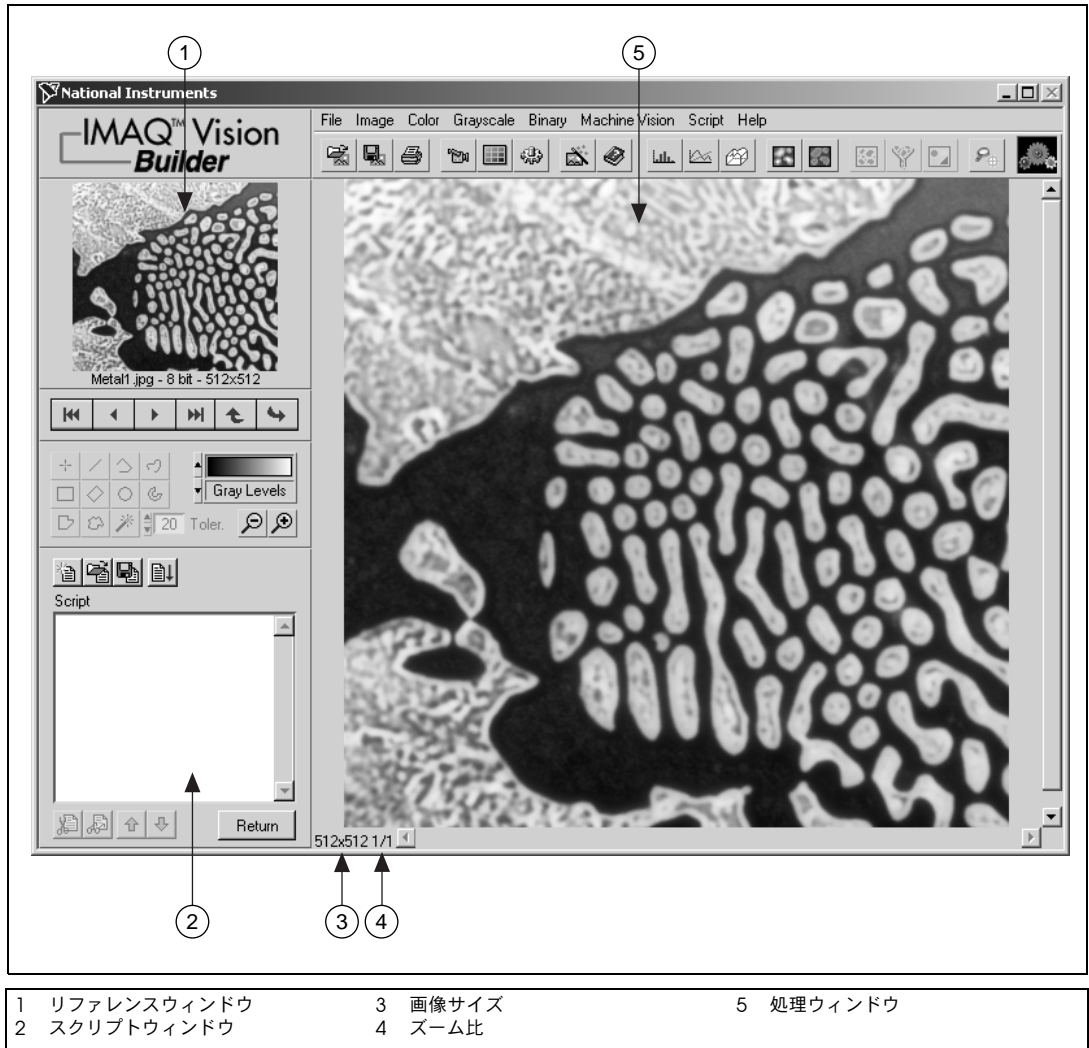

図 2-2 画像処理
- 処理ウィンドウ：パラメータを変更すると、画像をアップデートします。この表示はパラメータウィンドウでの変更を直ちに反映するため、最適な結果が得られるまでパラメータを変更することができません。処理ウィンドウにロードされた画像を表示するには、図 2-2 「画像処理」を参照してください。
- リファレンスウィンドウ：画像を処理ウィンドウで操作する際、オリジナルの画像（元の画像）を表示します。リファレンスウィンドウの画像を表示するには、図 2-2 「画像処理」を参照してください。
6. 処理モードを変更するために、画像 Metal1.jpg をダブルクリックします。図 2-2 のように、IMAQ Vision Builder は選択した画像を処理ウィンドウにロードします。